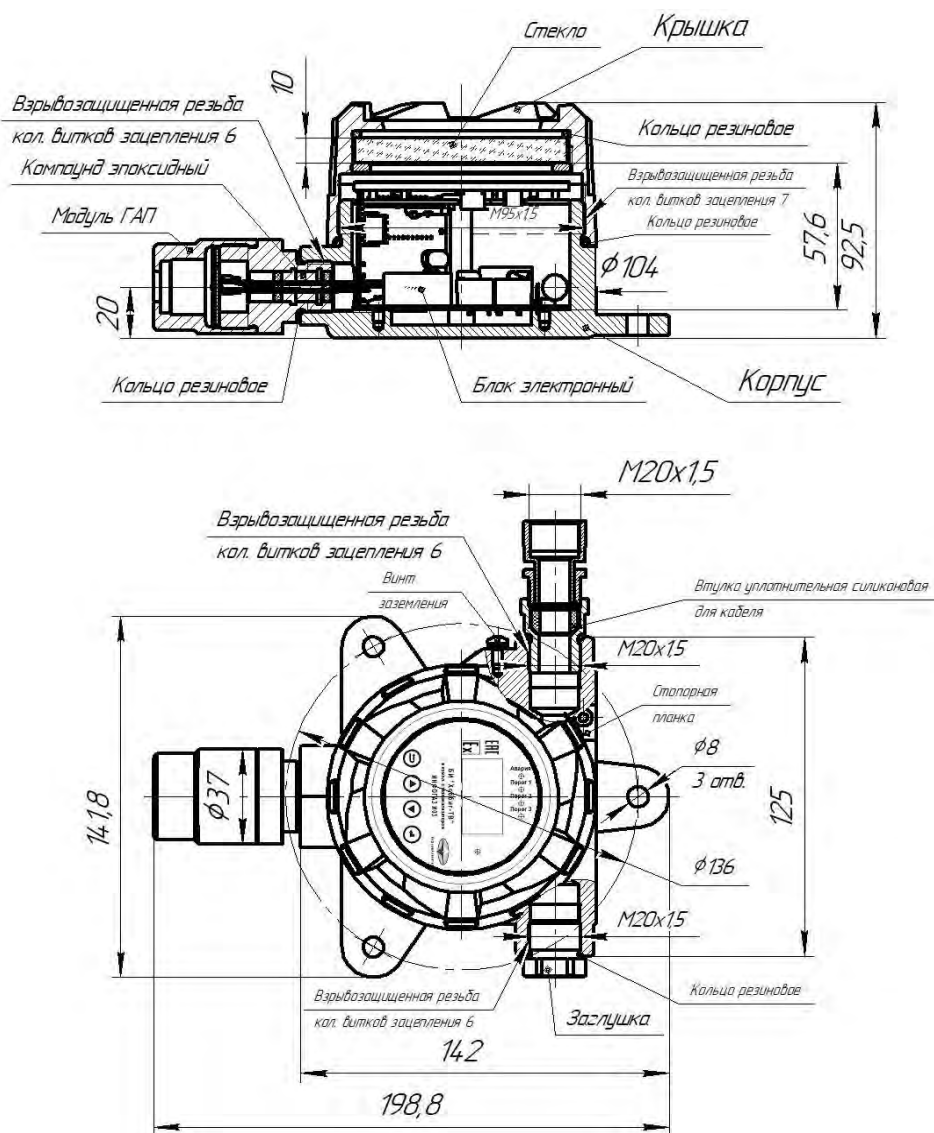

Рисунок 1. Устройство блока индикации
1.4.2.1 Блок индикации помещён в литой корпус из алюминиевого сплава. На корпус навинчена крышка со стеклом, которое уплотняется резиновым кольцом. Под стеклом находится индикаторная панель с цифровым дисплеем и световой сигнализацией по трём пороговым уровням, а также сигнал аварии при отказе связи с ГАП или самого ГАП. Корпус с крышкой является взрывозащищённой оболочкой блока индикации (см. рисунок 1).